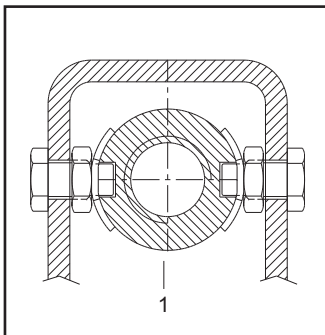

Fig.58 - Abb.58
- Verificare, con chiave dinamometrica, che la coppia di serraggio dei dadi di bloccaggio della chiocciola portante (Fig.58 pos.1) sia di circa 20 Nm.
- Using a torque wrench set to ca. 20 Nm, check the nuts (pos.1 Fig.58) are tightened enough.
- Vérifier à l'aide d'une clé dynamométrique que la couple de blocage de l'écrou porteur (Fig.58 pos.1)soit d'environ 20Nm.
- Mit einem Drehmomentschlüssel sicherstellen,dab das Anzugsmoment der Arretiermuttern der Tragmutter (Abb.58;pos.1)ca.20 Nm ist.
- Verificar con una llave de torsión calibrada a 20Nm aprox. que las tuercas estén bien apretadas (fig.58 pos.1).